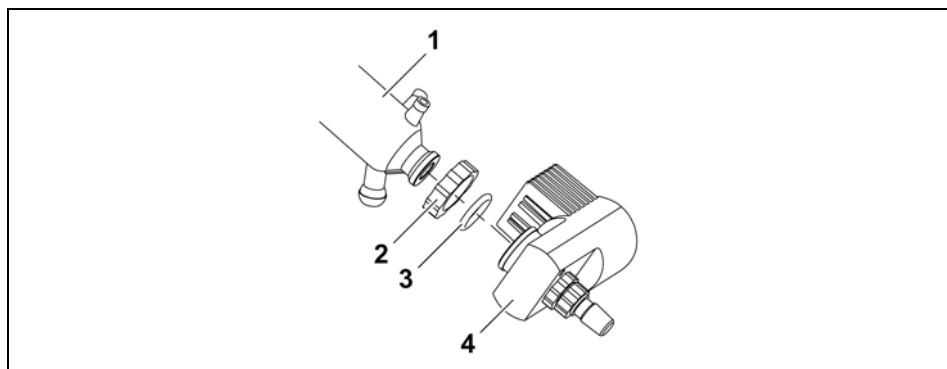

Bild 4-8: Glassatz montieren (hier Beispiel Glassatz G1)
- Verschraubung (2) über den Kühler-Flansch schieben.
- Spannfeder (3) über den Kühler-Flansch schieben.
- Verschraubung G6 (6) auf den Antriebskopf (Bild 4-8 (5)) schrauben.
- Zwischenteil G6 (5) mit der Dichtung G6 (4) in die Verschraubung G6 (6) einsetzen.
- Mittelstück (1) mit der Verschraubung (2) an die Verschraubung G6 (6) festschrauben.
- Kühler in den oberen Schliff am Mittelstück (1) einsetzen.